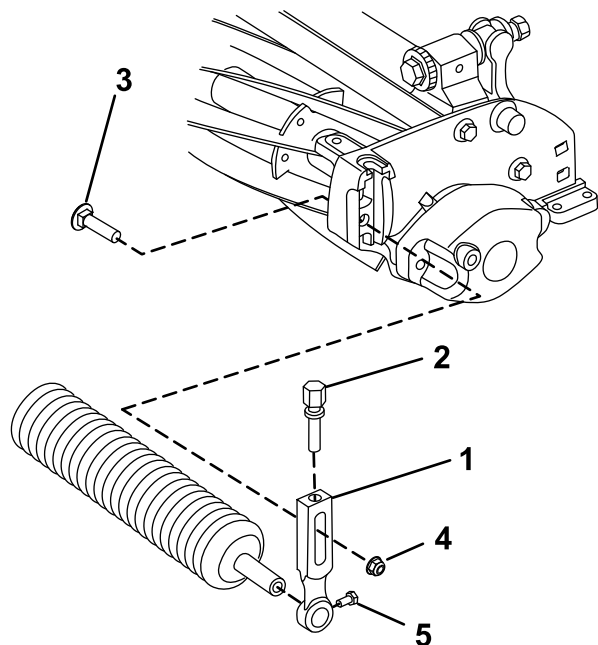

Figura 3
1. Togliete il bullone per aratro, la rondella e il dado della flangia che fissano uno dei bracci dell'altezza di taglio alla piastra dell'apparato di taglio (Figura 3).
3. Fate scorrere l'albero del rullo nel braccio dell'altezza di taglio sull'estremità opposta dell'apparato di taglio (Figura 3).
4. Fate scorrere il braccio dell'altezza di taglio sull'albero del rullo (Figura 3).
5. Fissate il rullo sull'apparato di taglio, senza serrare, con il braccio dell'altezza di taglio e i fermi tolti in precedenza (Figura 3).
7. Serrate le viti per il montaggio del rullo (Figura 3).
2. Allentate le viti per il montaggio del rullo nei bracci dell'altezza di taglio (Figura 3).